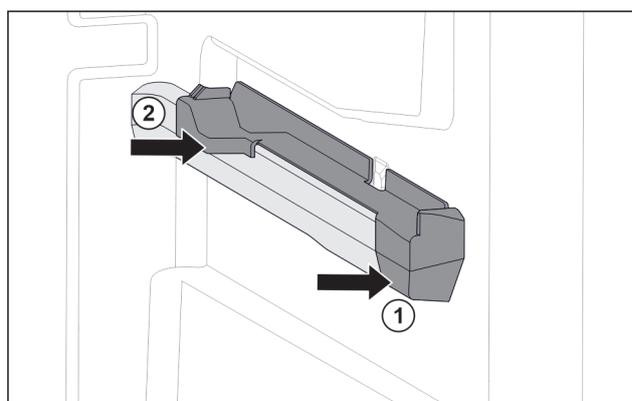

Fig. 36 Élément emboîtable sur la nervure de récipient droite
- Poser le devant de l'élément emboîtable contre la nervure de récipient. Fig. 36 (1)
- Enfoncer l'arrière de l'élément emboîtable. Fig. 36 (2)